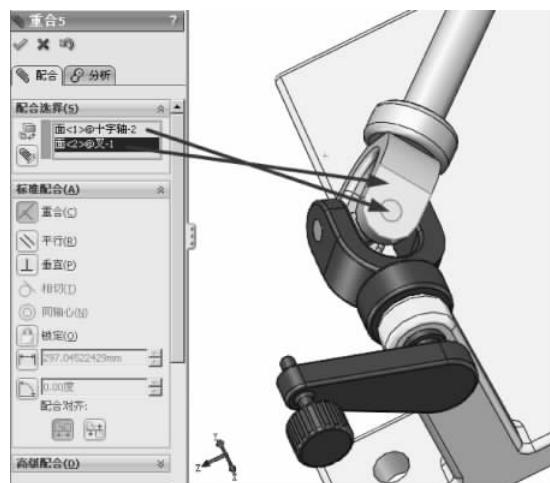

图 3-70 重合配合
(5) 单击【装配体】工具栏中的【配合】按钮 ，弹出【配合】的属性设置。选择【标准配合】选项组下的【重合】配合类型 ，在【要配合的实体】选择框 中选择如图 3-70 所示的面，其他保持默认，单击【确定】按钮 ，完成重合的配合。